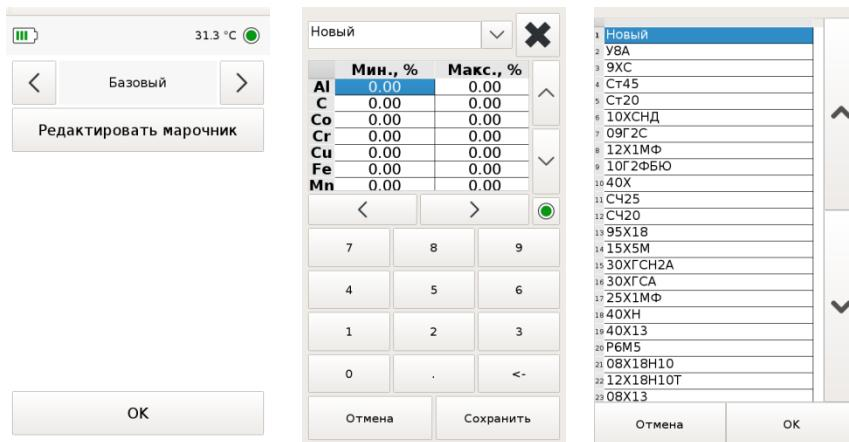

Рисунок 28 Редактор марочника
- 4.7.2. При наличии нескольких вариантов марочников (например, ГОСТ и AISI), выберите необходимый, используя стрелки вправо/влево. Нажмите кнопку «Редактировать марочник» (Рисунок 28), чтобы перейти к редактированию или добавлению марок.